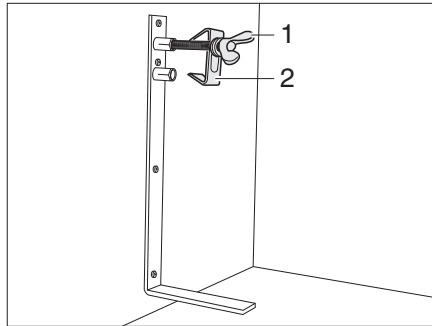

Fig. 177 Etrier de roue de secours
- Desserrer la vis (Fig. 177,1) et l'enlever avec le centrage (Fig. 177,2).